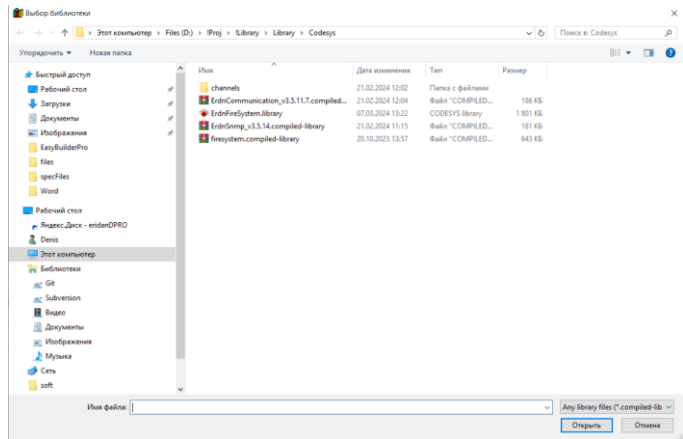

Рисунок 2.4 – Выбор библиотеки
4.4. Выбрать файл компилированной библиотеки «ErdnFireSystem.compiled-library» и нажать кнопку «Открыть» (рисунок 2.4).